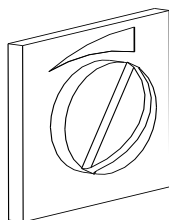
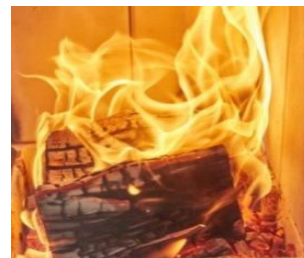

Fig. 6: Valvola a farfalla
Fig. 8: Formazione della fiamma
- Se è presente una valvola a farfalla, aprirla completamente (vedi fig.6).
- Quando dopo alcuni minuti i ciocchi di legno hanno preso fuoco bene tutt'intorno (vedi fig.8), chiudere il registro dell'aria comburente del 50 % circa (regolare manopola in posizione centrale – vedi pg.1 / fig.2) e, se presente, chiudere la valvola a farfalla del 50 % circa (maniglia verso sinistra – vedi fig.6).
- Aprire lentamente lo sportello per non creare turbolenze e far uscire i fumi. Aprire completamente la valvola a farfalla, se presente (vedi pg. 3 / fig. 6).